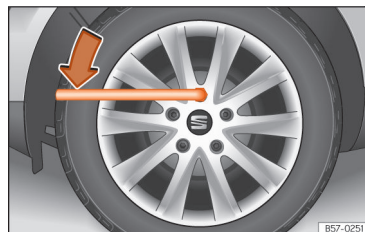

Fig. 246 Înlocuirea unei roți: slăbiți șuruburile de roată.
- Introduceți capul cheii pe șurub cât de mult posibil »» fig. 246.